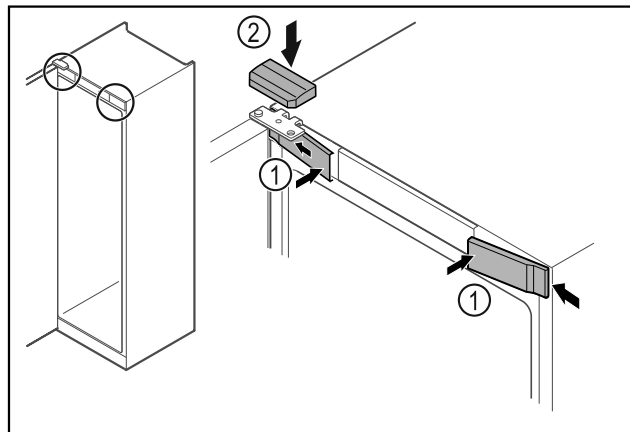

Fig. 49 *
- ▶ Akassza be oldalt az elülső burkolatokat Fig. 49 (1), majd pattintsa be.*
- ▶ Felülről pattintsa be a felső burkolatot Fig. 49 (2)*.